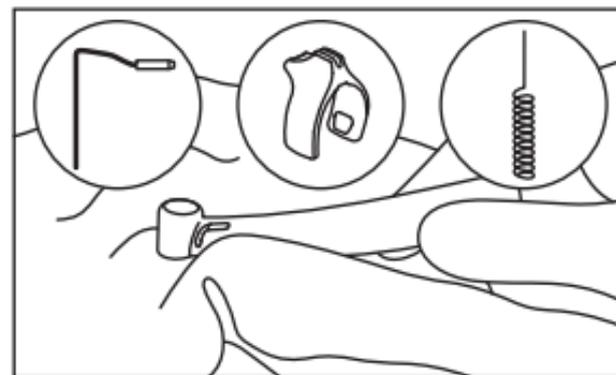

Fig. 20
- 5) Essuyez l'extérieur de la pièce à main, de l'embout de pulvérisation interne, du porte-embout et du fil de nettoyage en utilisant un tissu imbibé de désinfectant ou d'éthanol ayant une concentration de 60 à 90 %. (Fig. 20)